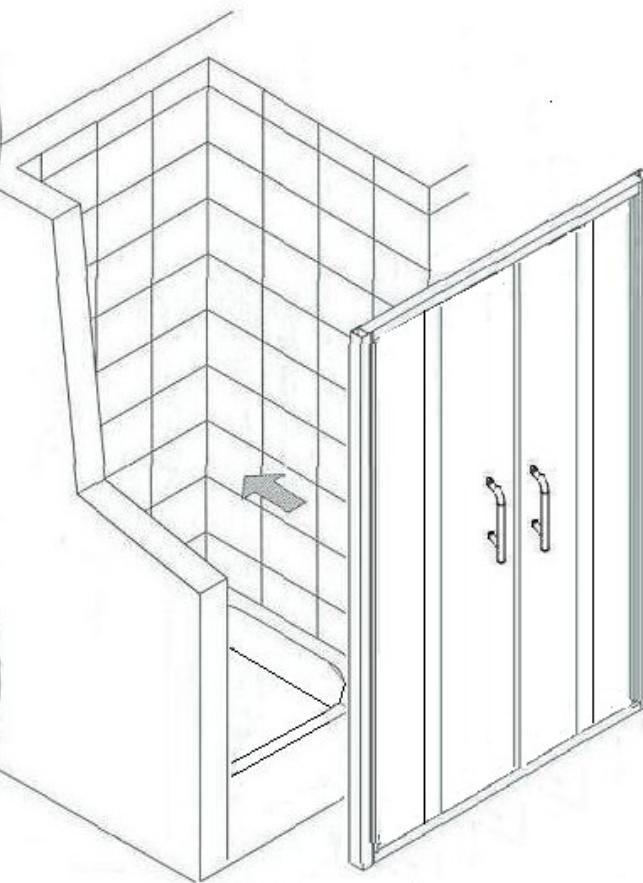
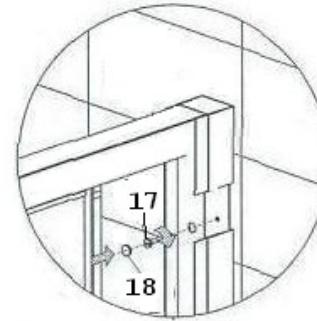

Рис. 4
Рис. 4-2
8. Установите душевое ограждение в проем, отрегулируйте его по ширине проема за счет пристенных профилей /2/ (рис. 4). Пристенные профили позволяют скрыть небольшую неровность стен. Через отверстия на боковых профилях прикрепите пристенные профили к стене с помощью саморезов 4*35 /17/. Закройте отверстия на боковых профилях колпачками /18/ (рис. 4-2, 4-3).